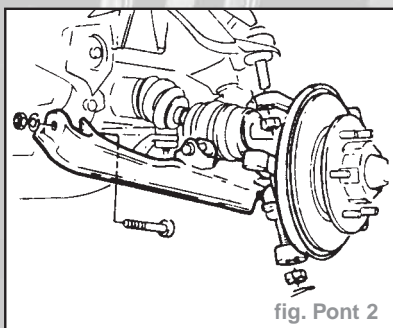

fig. Pont 2
- Déposer les deux bras inférieurs de suspension de roue avant complètement avec moyeu de roue et fusée d'essieu (fig. Pont 2).
- Reposer les bras de suspension inférieurs avec fusée d'essieu et moyeu de roue (fig. Pont 2).